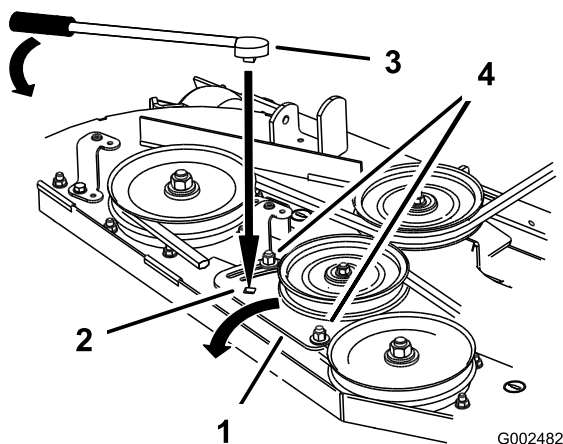

Figure 52
5. Si un réglage est nécessaire, desserrez la plaque du bras de tension et effectuez le réglage (Figure 52).
6. Insérez un manche à rochet ou une barre de levier dans le trou carré de la plaque pour régler la tension (Figure 52).
7. Pour augmenter la tension de la courroie, tournez la plaque de la poulie de tension jusqu'à ce qu'une résistance soit sentie et que la rotation s'arrête. Ne continuez pas quand elle s'arrête (Figure 52).
8. Serrez les boulons de fixation de la plaque (Figure 52).
10. Réglez la tension de la courroie et la plaque de la poulie de tension, le cas échéant, et serrez fermement toutes les fixations (Figure 52).